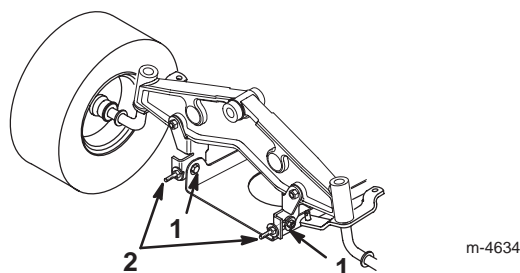

Figure 51
13. Desserrez légèrement les boulons de fixation de la plaque de pivot avant (Fig. 51).
14. Tournez les contre-écrous des boulons à œil pour modifier le réglage (Fig. 51).
15. Après avoir réglé uniformément les contre-écrous des deux boulons à œil, contrôlez de nouveau l'inclinaison avant/arrière. Poursuivez le réglage des boulons à œil jusqu'à ce que la pointe avant de la lame soit de 0 à 9 mm plus bas que la pointe arrière (Fig. 51).
16. Quand l'inclinaison avant/arrière est correcte, resserrez les boulons de fixation de la plaque de pivot (Fig. 51).